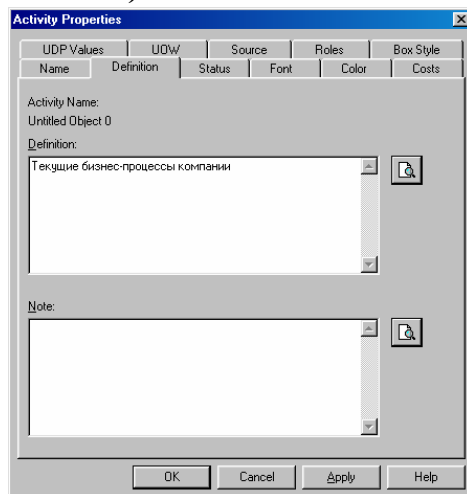

Рис. 17. Внесение дополнительных данных о работе
12. Во вкладке **Definition** диалогового окна **Activity Properties** в текстовое поле **Definition** (Определение) внесите "Текущие бизнес-процессы компании" (рис. 17). Текстовое поле **Note** (Примечания) оставьте незаполненным.